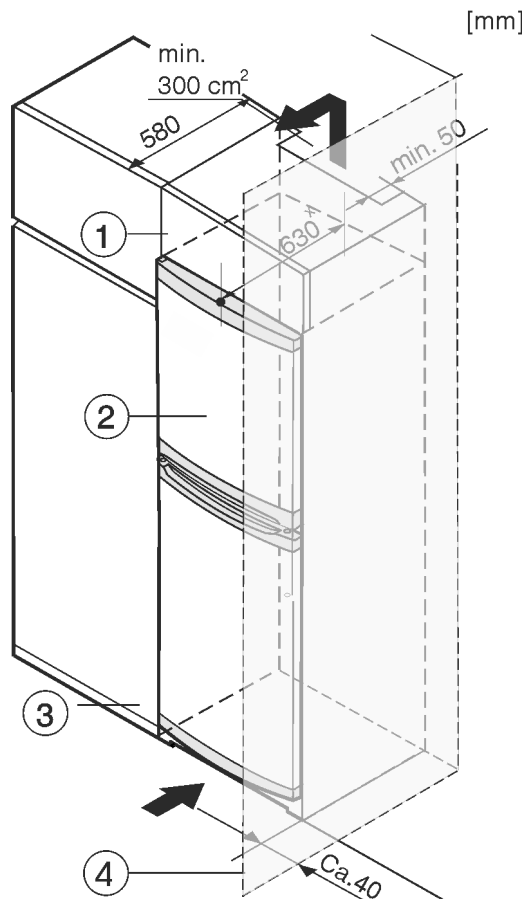

Fig. 8
A készüléket körbe lehet építeni konyhaszekrényekkel. Rá lehet szerelni Fig. 8 (2) egy rátét szekrényt, hogy a készüléket a konyhabútorok magasságához Fig. 8 (1) igazítsa.
Ha (max. 580 mm mélységű) konyhaszekrényekkel építi körül, akkor a berendezést közvetlenül a konyhaszekrény Fig. 8 (3) mellett is felállíthatja. A készülék oldalirányban 34 mm^x, a közepétől pedig 50 mm^x távolságban nyúlik túl a konyhaszekrény előlapjához képest.
Mikor a berendezést a csuklópántokkal egy fal Fig. 8 (4) mellett állítja fel, akkor a berendezés és a fal közti távolság legalább 40 mm legyen. Ez nyitott ajtó esetén megfelel a fogantyú túlnyúlásának.